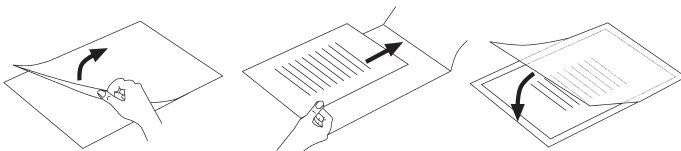

Abb. 2
- ▶ Beachten Sie, dass Sie lediglich eine Folie zum Laminieren verwenden. Klappen Sie diese vorher auf, wie in Abb. 2 dargestellt.
- ▶ Beachten Sie, dass Sie lediglich eine Folie zum Laminieren verwenden. Klappen Sie diese vorher auf, wie in Abb. 2 dargestellt (siehe S. 92).